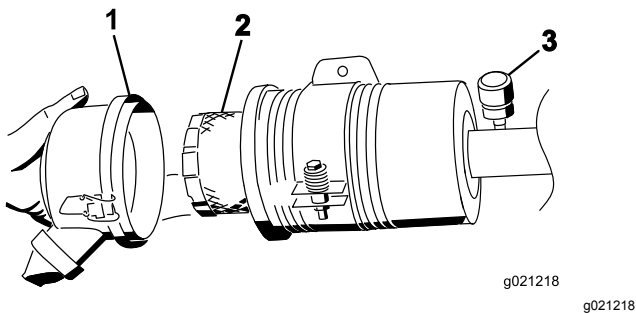

Figura 81
5. Retire y cambie el filtro (Figura 81).